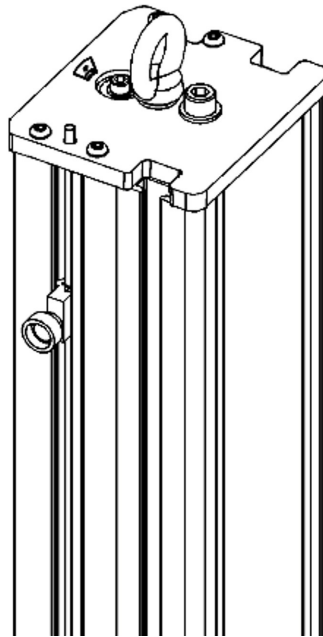

Abbildung 10. Augenschraube zum Anheben des Prüfrahmens
7. Führen Sie den Haken des Krans in die Augenschraube am oberen Ende der Prüfrahmensäule ein Abbildung 10 auf Seite 60.
Bei einigen Systemen wird die Augenschraube vor der Lieferung entfernt. Wenn die Augenschraube an Ihrer Maschine fehlt, befindet sie sich in einer Hülle in einem der unverschlossenen Behälter (normalerweise in dem Behälter, in dem sich die Systemdokumentation befindet). Schrauben Sie die Augenschraube am oberen Ende der Prüfrahmensäule ein, wie in Abbildung 10 auf Seite 60 gezeigt.